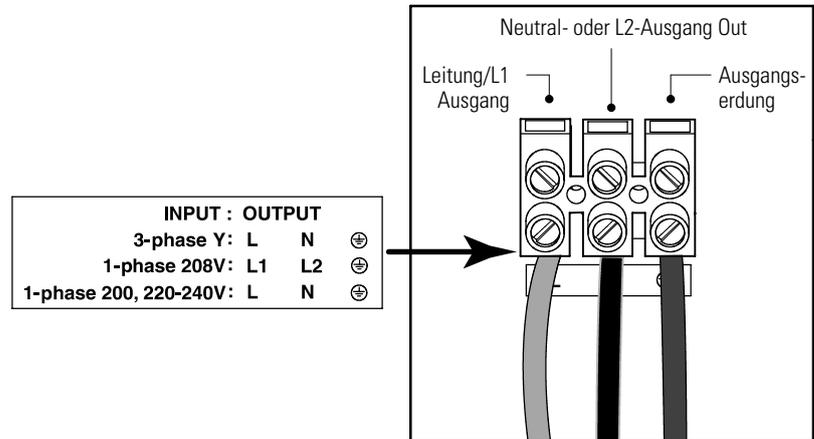

Abbildung 34. USV-Ausgangsklemmenleiste
11. Die Ausgangs- und Erdungsleitungen gemäß Abbildung 34 und Tabelle 3 an der Ausgangsklemmenleiste anschließen.